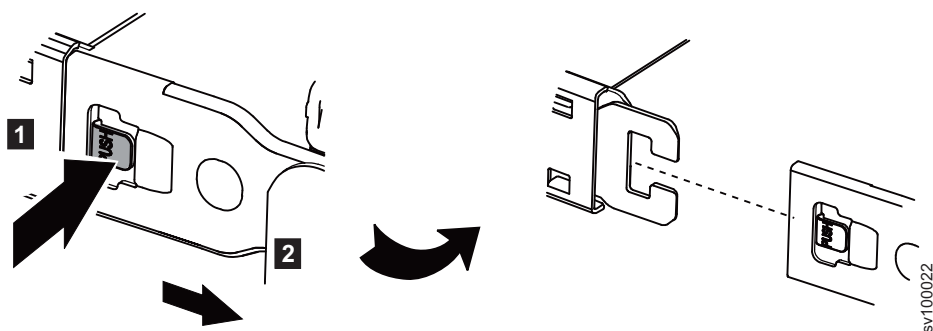

図 6. ケーブル・マネジメント・アームの外部メンバーの切り離し
3. 図 6 に示すように外部メンバーを切り離します。
- a. 「プッシュ」ボタンを押します (1)。
- b. ケーブル・マネジメント・アームのプラグイン部分を引き出して、引き離します (2)。